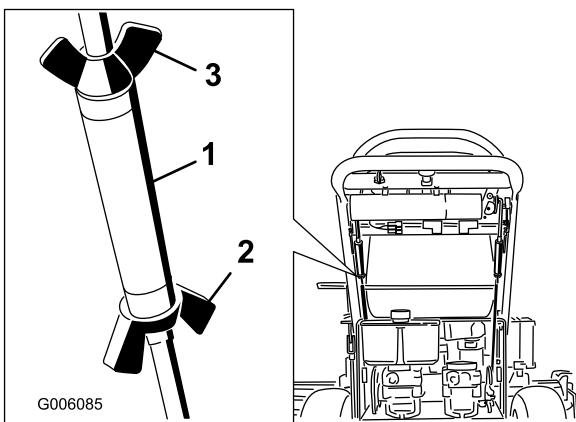

Figure 38
- Desserrez les écrous à oreilles sur la tige de commande droite et tournez le tendeur dans un sens ou dans l'autre pour que le levier de commande droit soit centré en position de verrouillage au point mort. Fixez le tendeur en position avec les écrous à oreilles (Figure 38).
- Desserrez les écrous à oreilles sur la tige de commande gauche et tournez le tendeur dans un sens ou dans l'autre pour changer la correction directionnelle. Fixez le tendeur en position avec les écrous à oreilles (Figure 38).